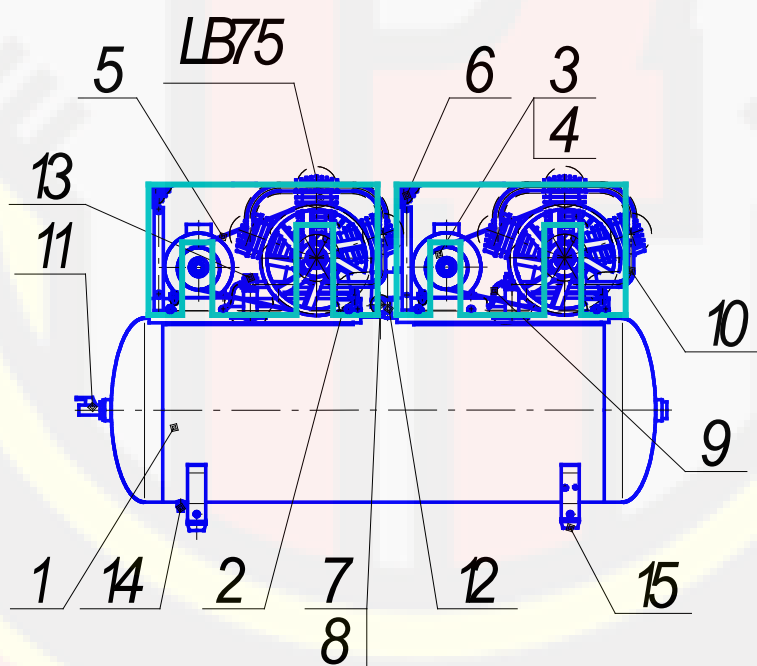
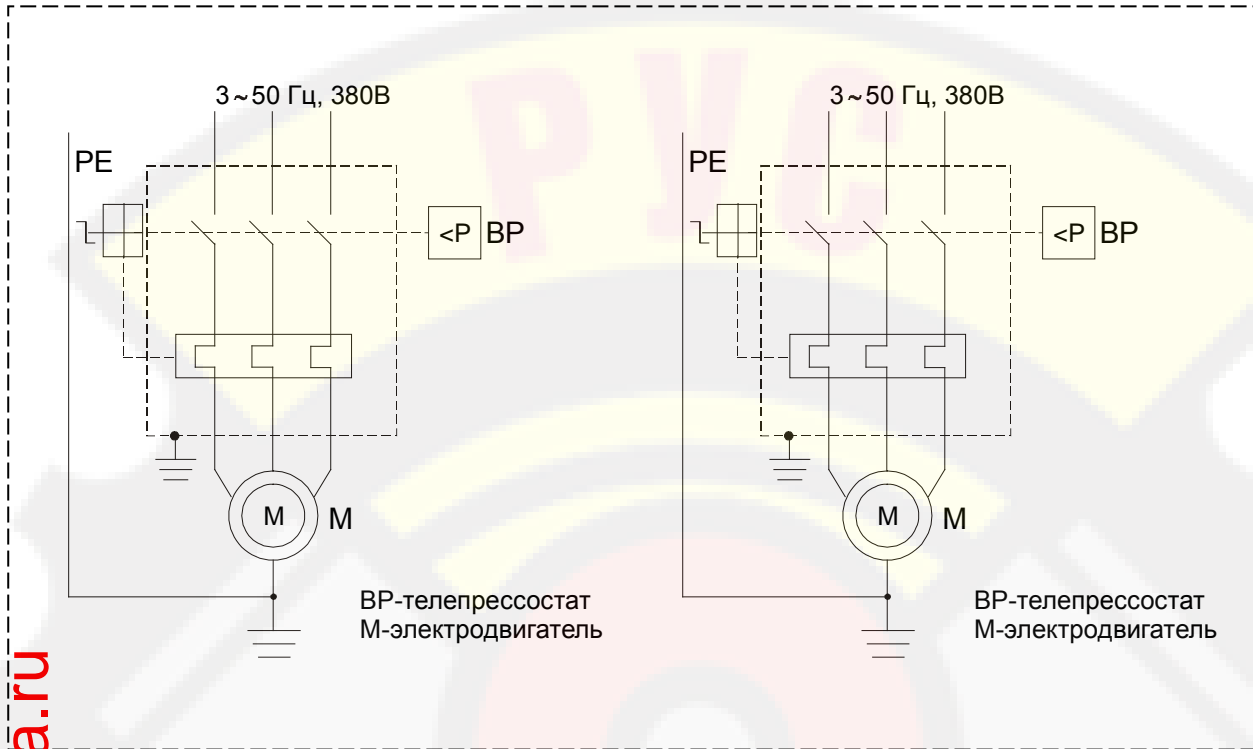

Рис. 1
Рис. 2
2.8. Общий вид компрессора представлен на рис. 1, 3, схема электрическая принципиальная - на рис. 2, 4.
Примечание: комплект амортизаторов (поз. 15, см. рис. 1, 3) и детали их крепления упакованы отдельно.
5.1. Компрессор (рис.1, 3) состоит из следующих основных сборочных единиц и деталей: блока поршневого LB75 (2 шт.), ресивера (воздухосборника) 1, платформ 2, электродвигателей 3 со шкивом 4, клиновых ремней 5, защитных ограждений 6, прессостатов 7, манометра 8, воздухопроводов сброса давления 9, нагнетательного воздухопровода 10, крана 11, клапана предохранительного 12, клапана обратного 13, крана слива конденсата 14, амортизаторов 15.